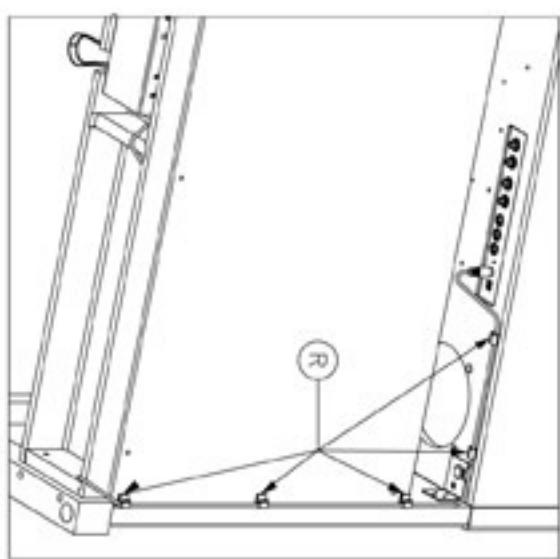

Fig. 4
- 10)** Attaccare i 5 passacavi (R) di cui 3 sul pannello posteriore (D) e 2 sul fondo del piano cabinet (A) come Fig. 4
- 11)** Inserire la spina DIN del cavo pedalini nell'apposita presa sul gruppo I/O de piano cabinet (A) e fissare il cavo all'interno dei passacavi (R) come Fig. 4
- 12)** Posizionare il piano nel posto definito e regolare il piedino (G) del gruppo pedali